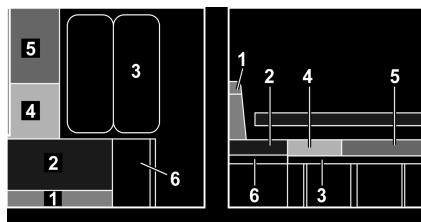

Fig. 135 Pendant la transformation
- Rabattre la rallonge de la banquette (Fig. 135,6) vers le haut et enclencher avec le rabat.